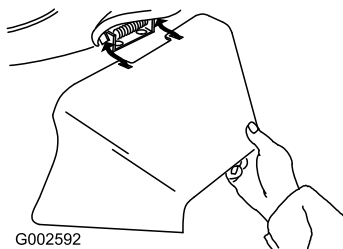

Figure 25
3. Instale el conducto de descarga lateral y cierre la puerta sobre el conducto (Figure 25).